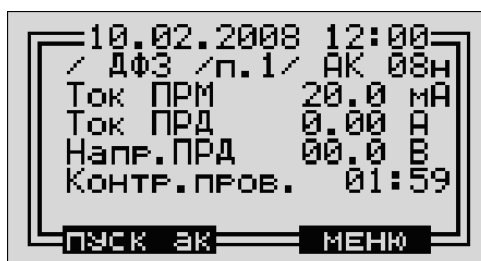

Рисунок 6.1
6.4.3 Включить приемопередатчик клавишей “БАТ” на лицевой панели блока БП, при этом должны загореться светодиоды “БАТ.” и “МУС” зеленого цвета на лицевой панели блока питания, на дисплее блока БЦОС в течение 1 с высвечивается заставка и затем высвечивается кадр изображения в соответствии с рисунком 6.1, на лицевой панели блока УПР приемопередатчика должен гореть светодиод “К2...К4” зеленого цвета. Нажать переключатель “БЛОКИР. АК”, должен загореться соответствующий светодиод красного цвета, и в начальном меню строка “Контр. пров.” заменяется строкой “Автоконтроль выкл.” (см. рисунок 6.1).